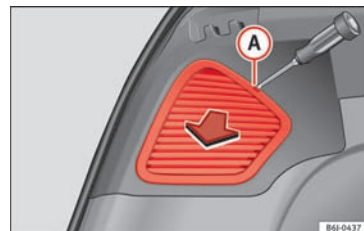

Fig. 112 Sidelygte
- Før en skrutrækker ind i den afbildede udskæring **(A)** » Fig. 112, og vip denne afdækning af.